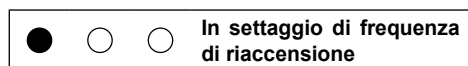

Figura 5.80
- Per settare il tempo di frequenza di riaccensione le spie di segnalazione 3 in Figura 5.71 devono essere visualizzate come in Figura 5.80 (legenda spie Figura 5.63 ).